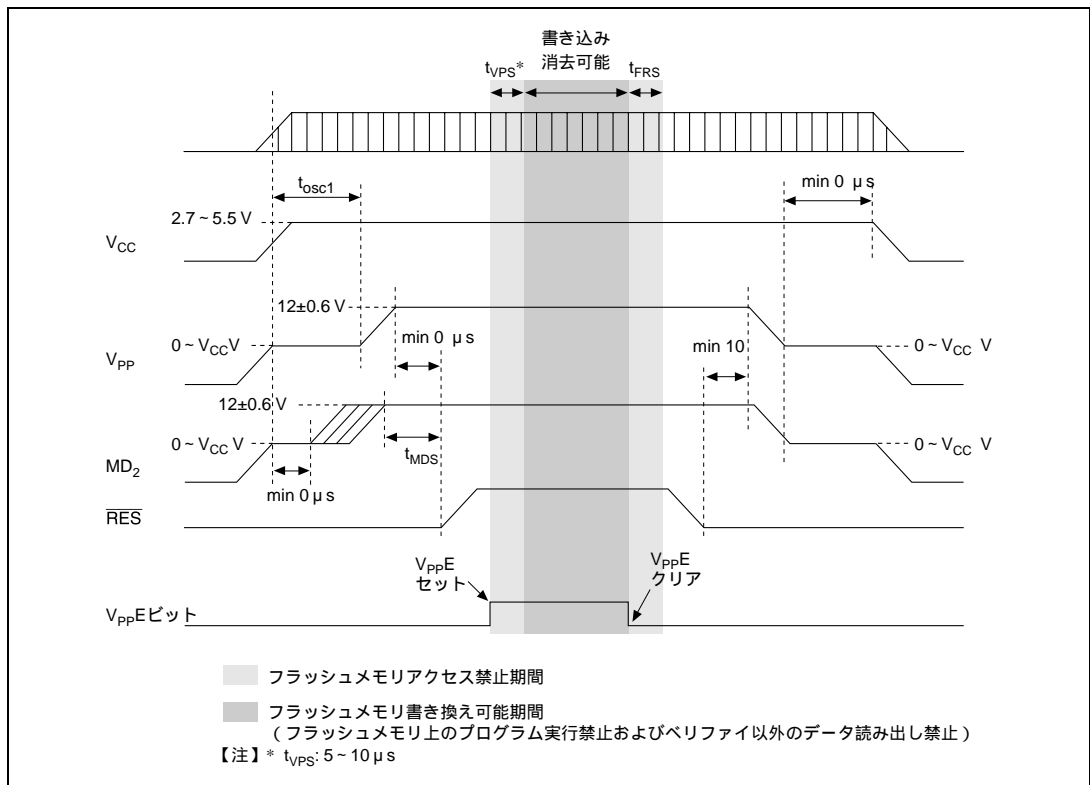

図 19.22 電源投入/切断タイミング (ブートモード)
- (4) プログラム電圧 (V_{pp}) の印加 / 切断時の注意 (図19.22 ~ 図19.24参照)